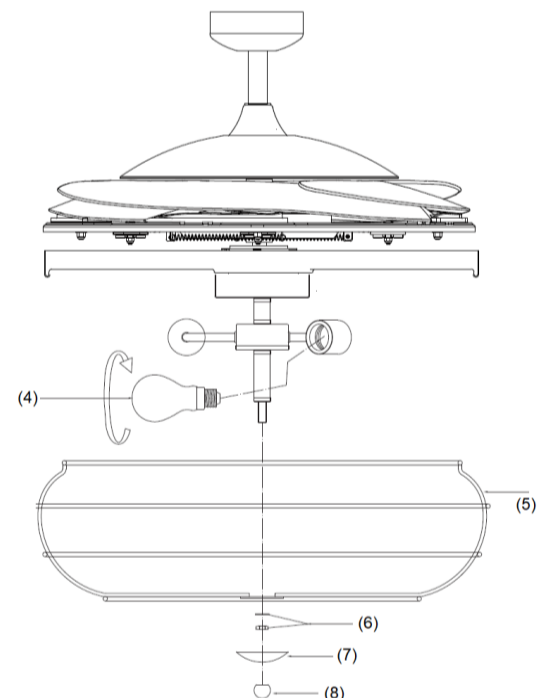

**Imagen 6**
1. Afloje el tornillo (1) del soporte del ventilador. Alinee los dos tornillos de cabeza ranurada con las ranuras de llave (2) del soporte de la lámpara. (Imagen 6)
2. Gire la lámpara en el sentido antihorario hasta que los tornillos de cabeza ranurada estén correctamente posicionados en los extremos de las ranuras (2).
3. Vuelva a apretar el tornillo (1) al soporte de la pantalla. Apriete los tres tornillos. No apriete en exceso.